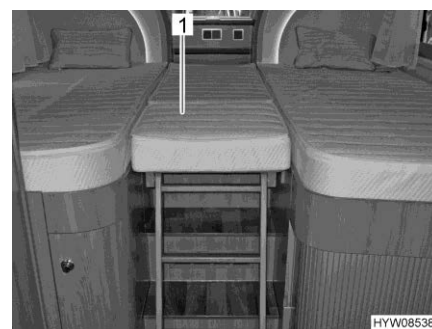

Fig. 111 Superficie utile (letto in coda)
- Inserire il cuscino aggiuntivo (Fig. 111,1) fornito in dotazione.